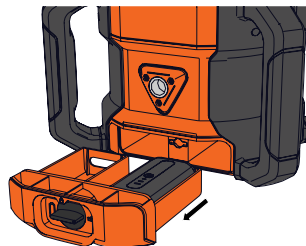

Figure 12
2. Retirer le compartiment de piles du laser rotatif. (Figure 12)